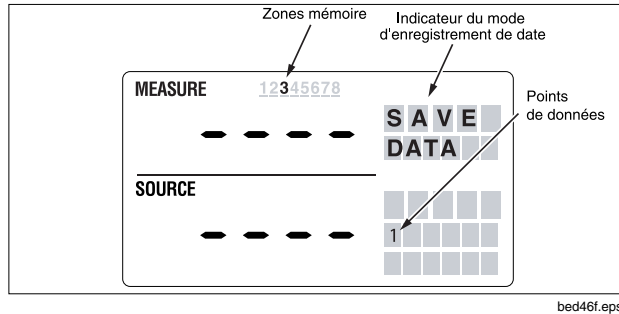

Figure 19. Menu SAVE DATA affichant la zone d'enregistrement des mesures 3, 1
Utilisez la procédure suivante pour enregistrer les mesures ; reportez-vous à la figure 19.
6. Appuyez sur  pour enregistrer la mesure et revenir au mode de mesure. La figure 19 affiche une valeur dans la zone mémoire 3, point de données 1.